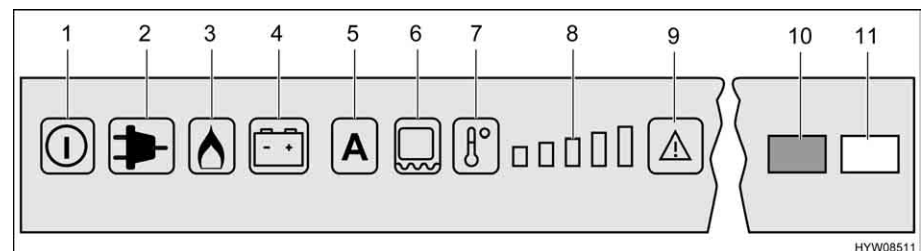

Fig. 218 Elementos de comando para o frigorífico (Dometic RMD)
Se estiver escolhido o modo de serviço "AES" e **não** estiver ligada nenhuma alimentação de 230 V e o motor do veículo estiver **desligado**, o AES escolhe a alimentação a gás. Ao escolher o funcionamento a gás, abre-se automaticamente o dispositivo de bloqueio da ignição para que o gás possa fluir para o queimador. Ao mesmo tempo é ligado o dispositivo eletrônico de ignição. Se a chama se apagar, por ex., devido a uma corrente de ar, o dispositivo de ignição é imediatamente ativado, acendendo novamente o gás. Em caso de avaria no funcionamento a gás, os botões luminosos "Gás" (Fig. 218,3) e "Avaria" (Fig. 218,9) ficam a piscar. A luz piloto "Avaria" (Fig. 218,10) acende-se e ouve-se durante 20 segundos um alarme acústico.
Depois da ligação, o frigorífico escolhe automaticamente a regulação média do termostato. Esta regulação pode ser posteriormente regulada manualmente, usando o botão de escolha do nível de temperatura (Fig. 218,7). As luzes piloto (Fig. 218,8) indicam a regulação escolhida no termostato. Com o botão para a seleção do nível de temperatura, é regulada a temperatura de refrigeração para os três tipos de energia. Demora algumas horas até que o frigorífico tenha atingido a temperatura normal de serviço. Ao comutar o modo de serviço, mantém-se a regulação do termostato. A temperatura de refrigeração é mantida independentemente do tipo de energia.
- Ligar o aquecimento do caixilho durante 2 horas: Prima a tecla (Fig. 218,6) uma vez. Está acesa uma barra no indicador do nível de temperatura (Fig. 218,8).
- Ligar o aquecimento do caixilho durante 5 horas: Prima a tecla (Fig. 218,6) duas vezes. Estão acesas duas barras no indicador do nível de temperatura (Fig. 218,8).
- Regular o aquecimento do caixilho para serviço ininterrupto: Prima a tecla (Fig. 218,6) três vezes. Estão acesas três barras no indicador do nível de temperatura (Fig. 218,8).
O indicador do nível de temperatura (Fig. 218,8) indica durante alguns segundos a duração de funcionamento do aquecimento do caixilho.
A altas temperaturas exteriores e alto grau de humidade podem formar-se gotas de água no caixilho de metal do compartimento congelador. Por isso, o frigorífico está equipado com um aquecimento para o caixilho do compartimento congelador. A altas temperaturas e alto grau de humidade do ar, ligue o aquecimento do caixilho mediante a tecla (Fig. 218,6). Desta maneira, evita-se a formação de corrosão. Quando o aquecimento do caixilho estiver ligado, o botão luminoso acende-se (Fig. 218,6).
- Prima a tecla Ligar/Desligar (Fig. 218,1) durante mais ou menos 2 segundos. O frigorífico liga-se, é indicado o tipo de energia regulado por último ou "AES".
- Regular a temperatura de refrigeração com o botão de escolha do nível de temperatura (Fig. 218,7). As luzes piloto (Fig. 218,8) indicam a regulação escolhida no termostato.
- Prima a tecla Ligar/Desligar (Fig. 218,1) durante mais ou menos 2 segundos. O frigorífico desliga-se, não há mais nenhuma indicação acesa.